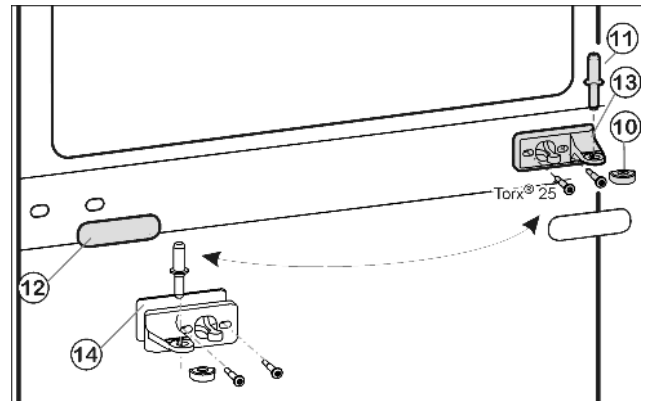
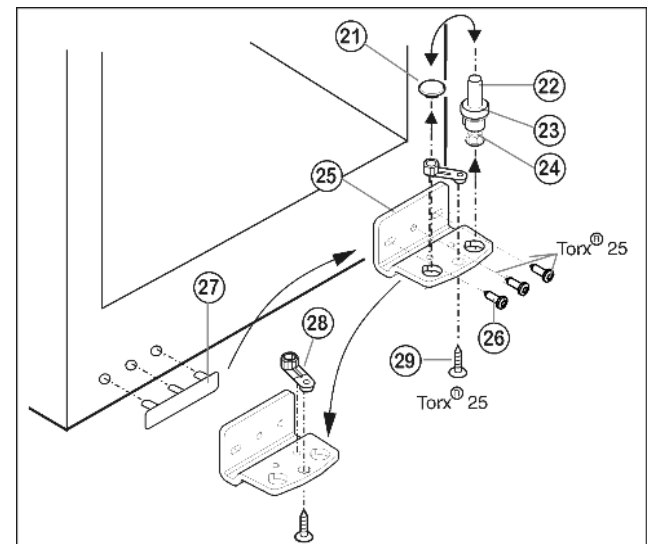

Fig. 9
Fig. 10
- ▶ Extraiga el perno de cojinete intermedio Fig. 9 (11) del soporte de cojinete y de la puerta inferior.
- ▶ Retire la tapa de plástico Fig. 9 (10).
- ▶ Desatornille el soporte de cojinete intermedio Fig. 9 (13) (2 Torx® 25).
- ▶ Extraiga con cuidado el panel de protección Fig. 9 (12).
- ▶ Atornille el soporte de cojinete intermedio Fig. 9 (13) con la base Fig. 9 (14) en el nuevo lado de la bisagra girándolo 180° (con 4 Nm) para fijarlo.
- ▶ Vuelva a encajar el panel de protección Fig. 9 (12) girándolo 180° en el nuevo lado del tirador.
- ▶ Extraiga hacia arriba el perno de cojinete Fig. 10 (22) completo, con la arandela Fig. 10 (23) y la pata de ajuste Fig. 10 (24).
- ▶ Desmonte el tapón Fig. 10 (21).
- ▶ Fig. 10 (25) Desatornille Fig. 10 (26) el soporte de cojinete.
- ▶ Fig. 10 (28) Desatornille Fig. 10 (29) la pieza de cojinete y cámbiela al orificio de alojamiento opuesto del soporte de cojinete, volviéndola a atornillar.
- ▶ Desmonte la cubierta en el lado del tirador Fig. 10 (27) con cuidado y cámbiela al lado opuesto.
- ▶ Vuelva a atornillar el soporte de cojinete Fig. 10 (25) en el nuevo lado de la bisagra (con 4 Nm) para fijarlo; dado el caso, utilice un destornillador de batería.
- ▶ Vuelva a colocar el tapón Fig. 10 (21) en el otro agujero.
- ▶ Vuelva a colocar el perno de cojinete Fig. 10 (22) completo, con la arandela y la pata de ajuste. Preste atención a que el saliente de retención esté orientado hacia detrás.
- Coloque la puerta inferior desde arriba sobre el perno de cojinete inferior Fig. 10 (22).
- Vuelva a colocar la tapa de plástico Fig. 9 (10) en el soporte de cojinete intermedio Fig. 9 (13).
- Inserte en la puerta inferior el perno de cojinete intermedio Fig. 9 (11) en el nuevo lado de la bisagra a través del soporte de cojinete intermedio Fig. 9 (13).
- Coloque la puerta superior sobre el perno de cojinete intermedio Fig. 9 (11).
- Dado el caso, alinee las puertas a través de los dos agujeros oblongos en el soporte de cojinete inferior Fig. 10 (25) y el soporte de cojinete intermedio Fig. 9 (13) a ras de la carcasa del aparato. Para ello, desenrosque el tornillo intermedio del soporte de cojinete inferior Fig. 10 (25).